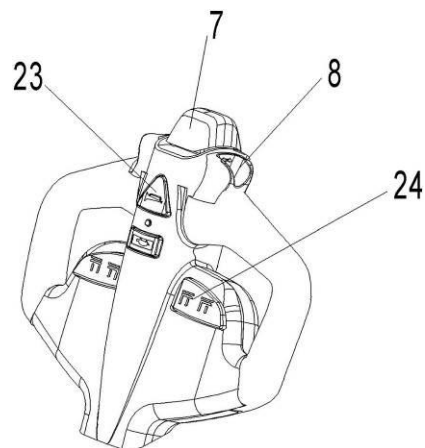
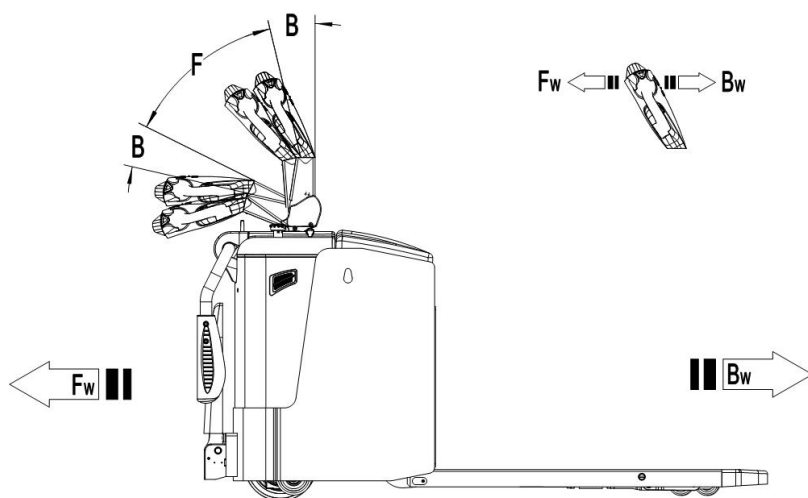

Рис. 11: Ручка управления
Рис. 13: Направления движения
Нажмите на кнопку (рис. 11, поз. 23) для проверки работы звукового предупреждающего сигнала.
Для осуществления подъема груза необходимо полностью подъехать под паллет с грузом, нажать и удерживать кнопку подъема (рис. 11, поз. 24), пока не будет достигнута нужная высота подъема
Для опускания вилок нажмите и удерживайте кнопку снижения (рис. 11, поз. 24). Опускайте груз, пока вилы не освободятся от паллета, затем аккуратно переместите тележку от груза
После того, как ключ запуска (рис. 1 и 2, поз. 15) повернут в положение ON и аварийная кнопка поднята, переведите ручку управления в рабочее положение («F», рис. 13).
Отклоните маховики управления в нужном направлении «вперед» («Fw», рис. 13) или «назад» («Bw», рис. 13). Контролируйте скорость передвижения с помощью маховиков (рис. 11, поз. 8) для достижения требуемой скорости.
Контролируйте скорость передвижения с помощью маховиков (рис. 11, поз. 8) для достижения требуемой скорости.
- Переключение маховиков управления (рис. 11, поз. 8) обратно в начальное положение или освобождение маховиков активирует систему торможения. Тележка тормозит до полной остановки.
- При переключении маховиков управления (рис. 11, поз. 8) из положения «движение в одном направлении» в положение «движение в противоположном направлении», тележка постепенно тормозит, пока не начнет движение в противоположном направлении.
- Тележка тормозит, если ручку управления перевести в верхнее или нижнее положение к точкам торможения («В», рис. 13 и 14). При отпускании рукоятки управления автоматически возвращается в верхнее положение к точке торможения («В», рис. 13 и 14). Тележка будет тормозить, пока не остановится. (Только для модели с откидной платформой)
- Кнопка противоотката (безопасности) (рис. 1 и 2, поз. 7) защищает оператора от получения повреждений и травм. Если эта кнопка включена, тележка притормаживает и/или начинает движение в противоположном направлении («Вw», рис. 13 и 14) на небольшое расстояние и останавливается. Необходимо помнить, что эта кнопка действует, даже если тележка не едет, но ручка управления находится в рабочем положении.